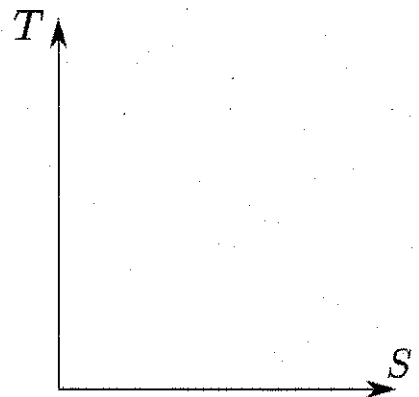

図 1
- (1) 熱効率を求めよ。ただし, 小数点以下 4 位を四捨五入し小数点以下 3 位まで求めること。(4 点)
- (2) このサイクルで等温膨張のときに容積が 3 倍になった。このときの受熱量を求めよ。ただし, $\ln 3 = 1.1$ として計算せよ。(4 点)
- (3) (2)のときのエントロピーの増加量を求めよ。(4 点)
- (4) 低温熱源への放熱量を求めよ。(4 点)
- (5) 図 1 の座標軸に $T-S$ 線図を描き, 高温熱源温度と低温熱源温度を記入せよ。(4 点)
- (6) (2)で求めた受熱量を示す領域を斜線で図 1 に示せ。(4 点)